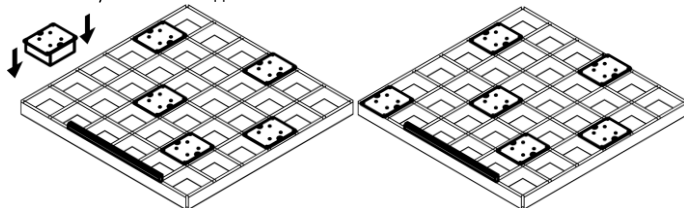

Рисунок 4 – Пример установки комплекта светильников в потолок Грильято (провода не показаны).
- 5.4. Смонтируйте светильник в конструкции потолка (см. рисунок 4). Блок питания нужно установить вдоль направляющих конструкции потолка, надежно закрепив его на конструкции.